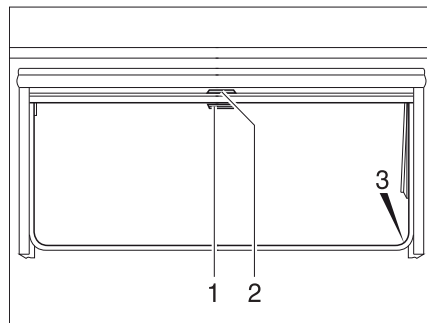

Fig. 44 Fenêtre projetante
- Tirer le store occultant vers le bas en le maintenant par la poignée (Fig. 44,2). Lorsque le store occultant est complètement fermé, l'accrocher des deux côtés du cadre de la fenêtre dans le dispositif de blocage (Fig. 44,3).
- Lorsque le store occultant est complètement fermé : Appuyer sur la poignée (Fig. 44,2) vers le bas tout en la tirant légèrement vers l'intérieur. Décrocher à droite et à gauche le store occultant du dispositif de blocage du cadre de la fenêtre.
- Si le store occultant se trouve dans une position intermédiaire : Tirer la poignée (Fig. 44,2) vers le bas jusqu'à ce que le dispositif de blocage se débloque.
- Tirer la moustiquaire par la poignée (Fig. 44,1) vers le bas et l'accrocher des deux côtés sur le cadre de la fenêtre dans le dispositif de blocage (Fig. 44,3).
- Appuyer sur la poignée (Fig. 44,1) vers le bas tout en la tirant légèrement vers l'intérieur. Décrocher à droite et à gauche la moustiquaire des dispositifs de blocage du cadre de la fenêtre.